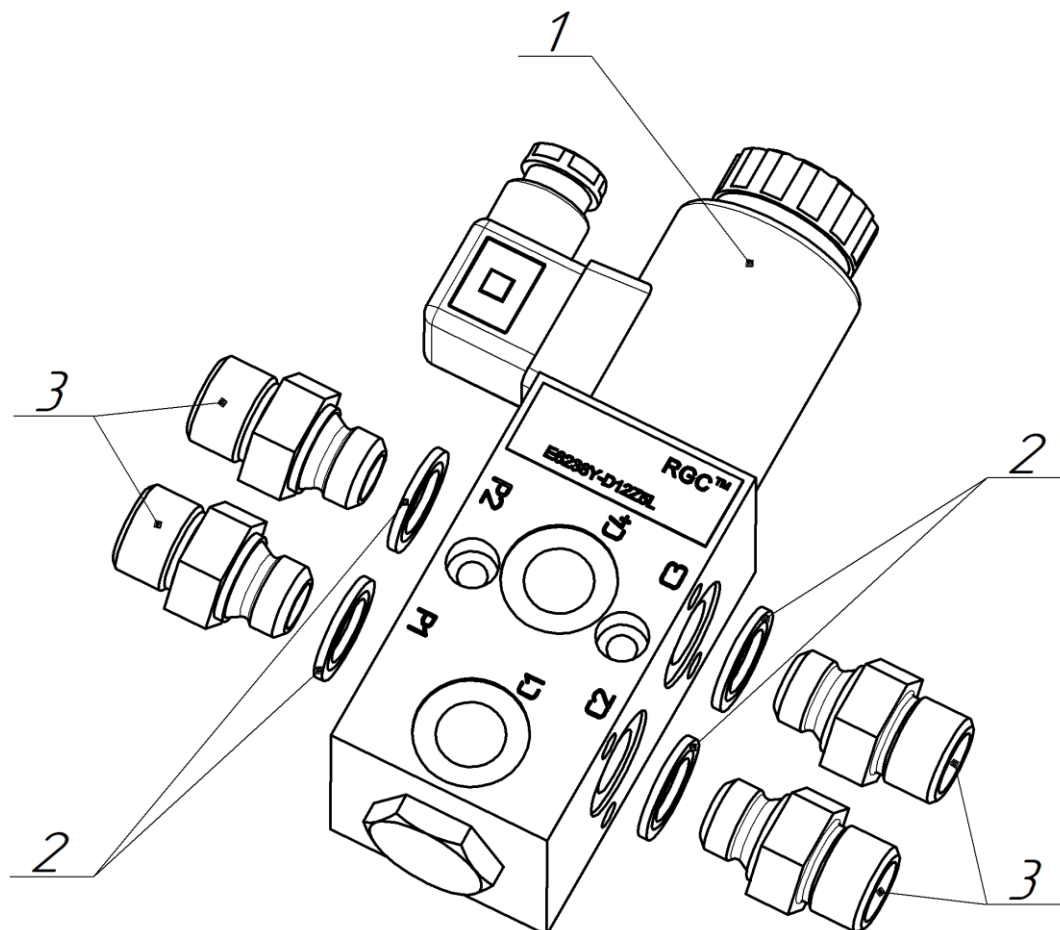

Рисунок 2.8
2.2.3.1 Надеть медные (металлорезиновые) кольца 3/8" (2 рис.2.8) на адаптеры BSP 3/8"(Ш) – M20x1,5(Ш) (3) и вернуть их во входные порты P1 , P2, C2 и C3 дивертора (1).